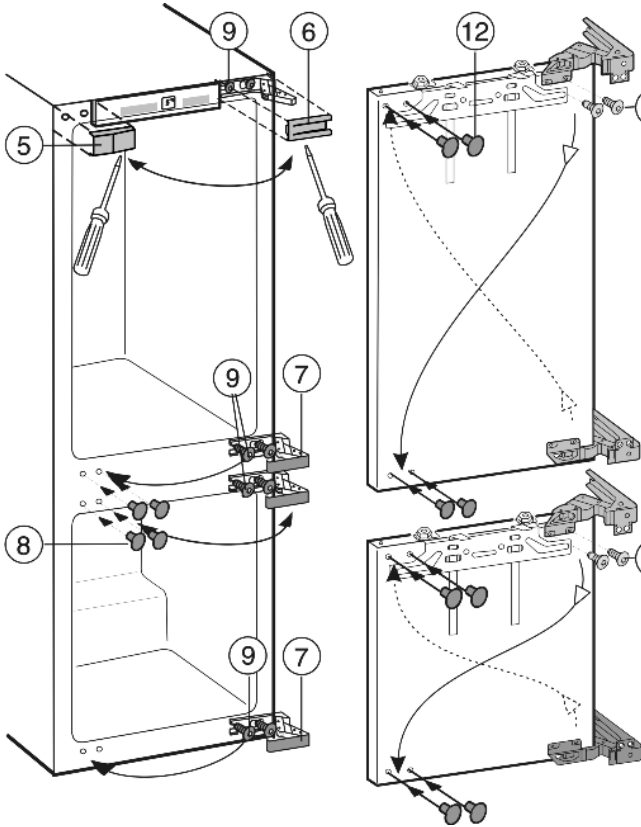

Fig. 4
- ▶ Накладки Fig. 4 (5,6,7,8) отожмите вперед при помощи плоской отвертки.
- ▶ Винты Fig. 4 (9) вверху и внизу на корпусе устройства только ослабьте.
- ▶ Винты Fig. 4 (9) переставьте на противоположную сторону и слегка прикрутите.
- ▶ Выкрутите винты Fig. 4 (10) и переверните шарниры по диагонали.
Винты Fig. 4 (10) микрокапсулированные: используйте аккумуляторный винтовёрт.
- ▶ Освободившиеся отверстия закройте заглушками Fig. 4 (12).
- ▶ Навесьте дверь на предварительно смонтированные винты Fig. 4 (9) и затяните винты с моментом 4 Нм.